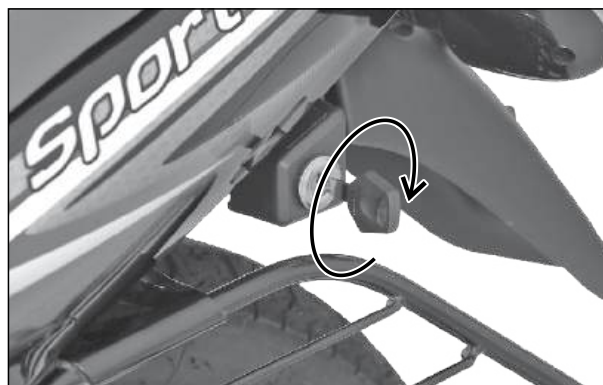

Fig. 1.20
- Insira a chave da ignição na trava do conjunto do assento e gire-a no sentido horário para destravar o conjunto do assento. (Fig. 1.20)